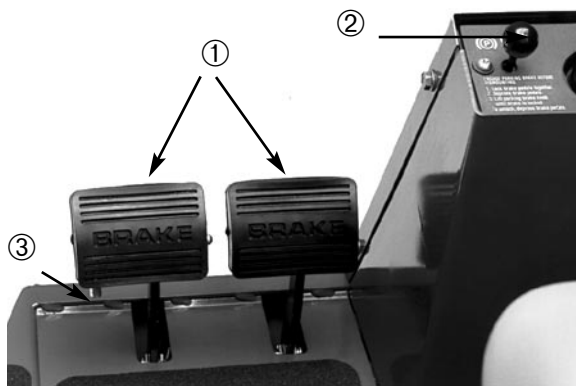

Fig. 14
**Bremsepedaler** (fig. 14)—To pedaler virker på individuelle hjulbrems; god hjelp når du skal svinge, parkere og ha grep i skråning. En låsebolt forbereder pedalerne for lettere parkering og transport.
**Parkeringsbremselås** (fig. 14)—En knapp på venstre siden av konsollen utløser parkeringsbremselåset. For å sette parkeringsbremsen på kobler du pedalerne sammen med låsebolten, trykker begge pedalerne ned og trekker låset ut. For å frigjøre parkeringsbremsen trykker du begge pedalerne ned til parkeringsbremselåset trekker seg tilbake.